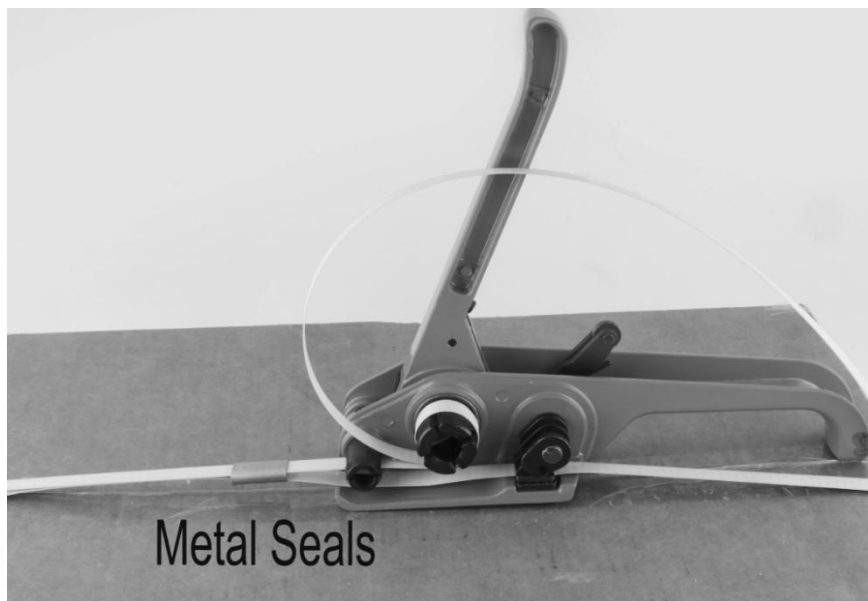

Rys. 2-1
2. Umieść zapakowane paski mocujące w korycie noża i korycie wału napędowego , patrz rys. 2-1 i 2-2